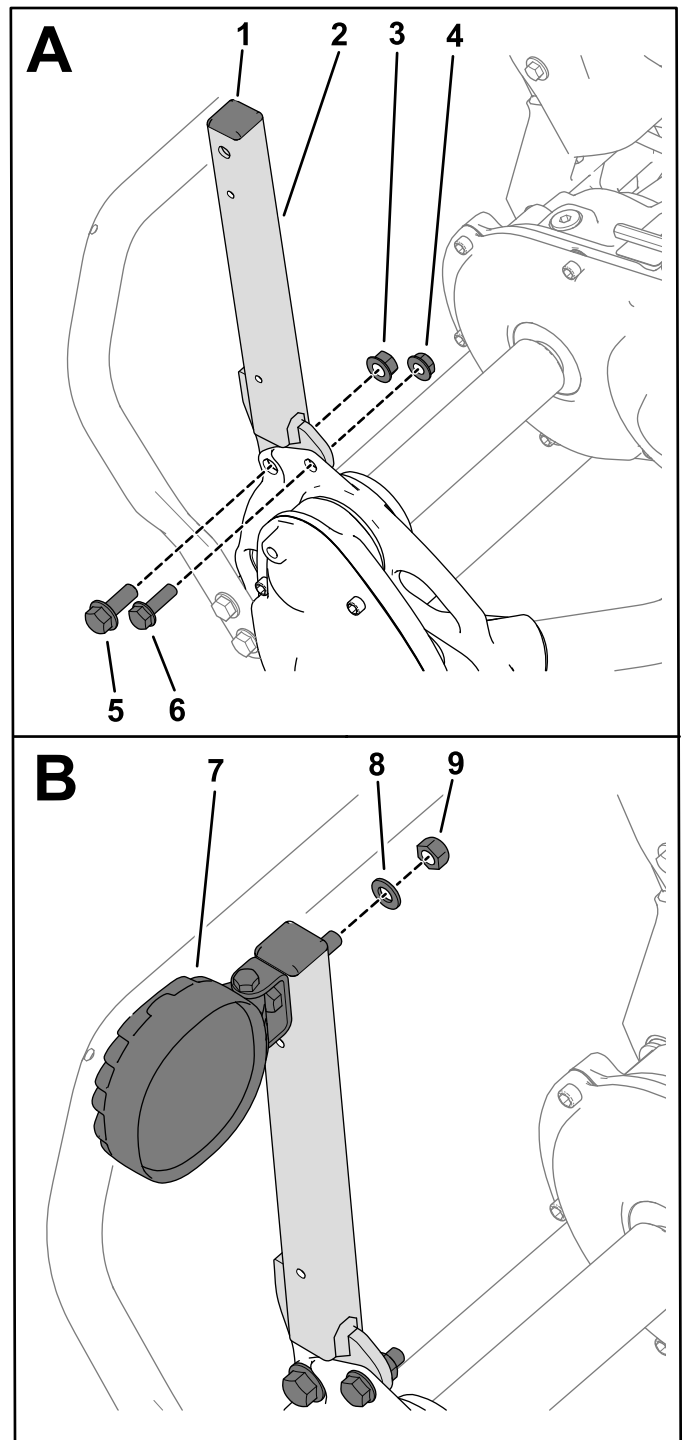

图 1
1. 用 2 个螺栓 $\frac{3}{8}$ 英寸、2 个螺栓 $\frac{5}{16}$ 英寸、2 个螺母 $\frac{3}{8}$ 英寸和 2 个螺母 $\frac{5}{16}$ 英寸将灯支架固定到机器机架 图 1。
2. 将支架盖安装到支架上 图 1。
3. 用随各个 LED 灯提供的垫圈和螺母将灯具固定到支架上 图 1。